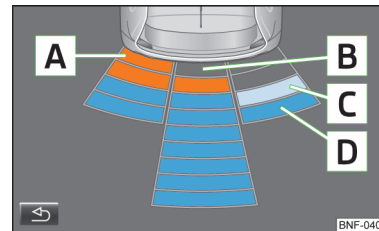

Fig. 85
Afișarea pe ecran » fig. 85
- A** Un obstacol recunoscut n zona de coliziune este redat prin segmentul colorat n culoare portocalie » fig. 85.  **Nu continuați deplasarea!**
- Prin apăsarea tastei simbol  pe ecranul aparatului multifuncțional » fig. 85.